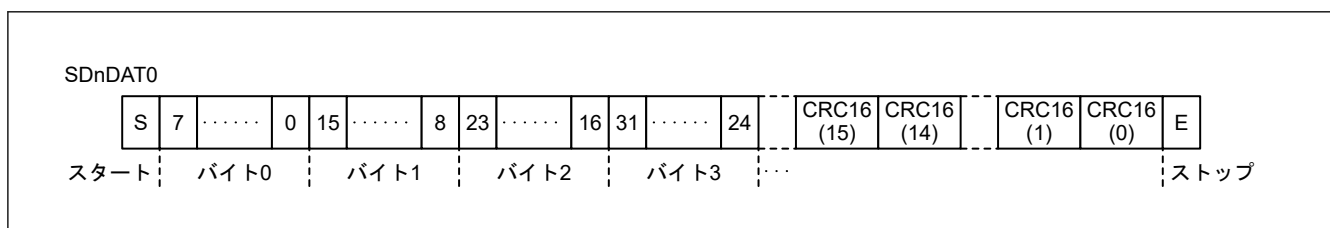
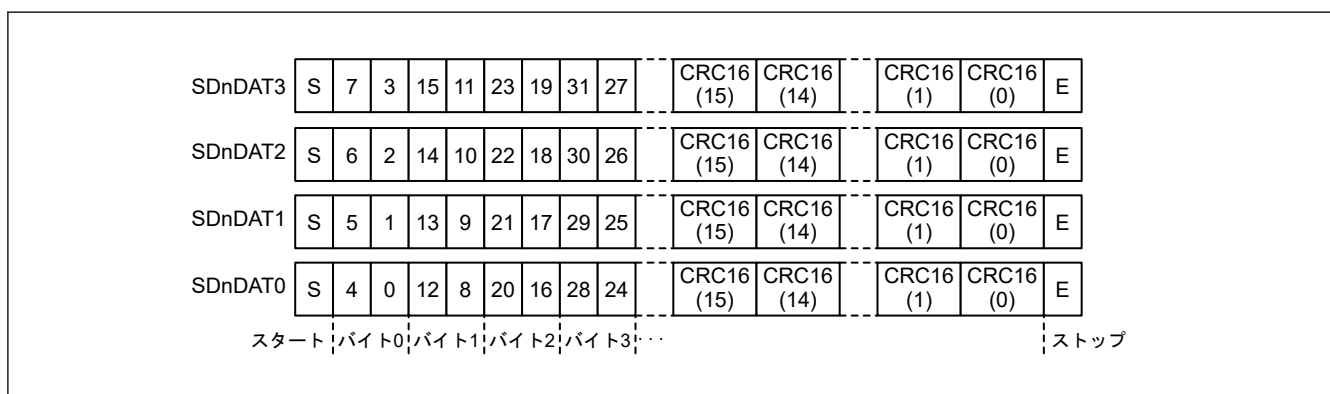

図 35.2 1 ビット幅モードの SDnDAT
図 35.3 4 ビット幅モードの SDnDAT
1. SD/MMC ホストインタフェースが SDnDAT 信号により SD カード / MMC からデータを受信する (図 35.2 および図 35.3 を参照)。